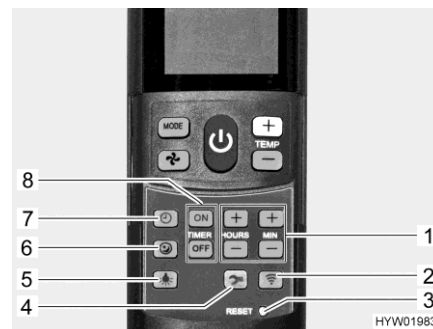

Fig. 161 Telecomando con tasti di impostazione (impianto di climatizzazione)
| Accensione del funzionamento silenzioso: | <ul style="list-style-type: none"> ■ Premere il tasto funzionamento silenzioso (Fig. 161,6). Durante il raffreddamento la ventola funzionerà ad un numero di giri inferiore, pertanto risulterà meno rumorosa. |
| Impostazione dell'ora: | <ul style="list-style-type: none"> ■ Premere il tasto ora (Fig. 161,7). ■ Impostare le ore e i minuti con i tasti (Fig. 161,1). |
| Programmazione dell'orario di accensione: | <ul style="list-style-type: none"> ■ Premere il tasto "ON" (Fig. 161,8). ■ Premere i tasti per l'impostazione degli orari (Fig. 161,1) fino a che non è stato raggiunto l'intervallo orario desiderato per l'accensione. ■ Premere il tasto "ON" (Fig. 161,8). |
| Programmazione dell'orario di spegnimento: | <ul style="list-style-type: none"> ■ Premere il tasto "OFF" (Fig. 161,8). ■ Premere i tasti per l'impostazione degli orari (Fig. 161,1) fino a che non è stato raggiunto l'intervallo orario desiderato per lo spegnimento. ■ Premere il tasto "OFF" (Fig. 161,8). |
| Disattivazione del timer: | <ul style="list-style-type: none"> ■ Premere di nuovo il tasto "ON" o il tasto "OFF" (Fig. 161,8). <p>Grazie al timer integrato, è possibile impostare l'orario di accensione/spegnimento dell'impianto di climatizzazione entro l'intervallo compreso tra 15 minuti e 24 ore (a partire dall'ora attuale).</p> |
| Accensione illuminazione: | <ul style="list-style-type: none"> ■ Premere il tasto luce (Fig. 161,5). La luce viene accesa all'ultimo livello di regolazione impostato. |
| Regolazione illuminazione: | <ul style="list-style-type: none"> ■ Premere e tenere premuto il tasto luce (Fig. 161,5), finché non si raggiunge la luminosità desiderata. |
| Spegnimento illuminazione: | <ul style="list-style-type: none"> ■ Premere il tasto luce (Fig. 161,5). |
- ▷ Il tasto Setup (Fig. 161,4) permette di collegare il telecomando all'impianto di climatizzazione al omento della prima messa in funzione.